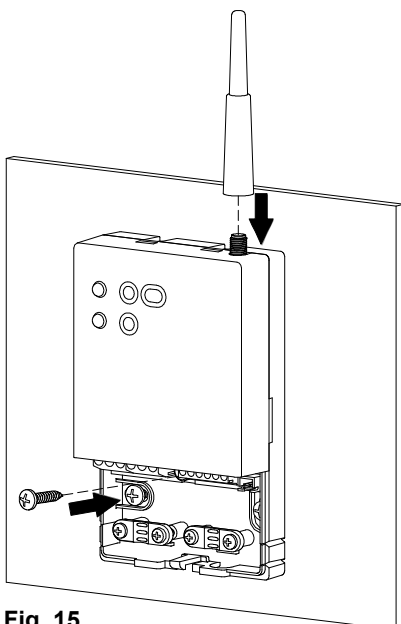

Fig. 15
- 10 Placer la vis qui bloque le boîtier sur la base et revisser l'antenne sur son connecteur (Fig. 15).